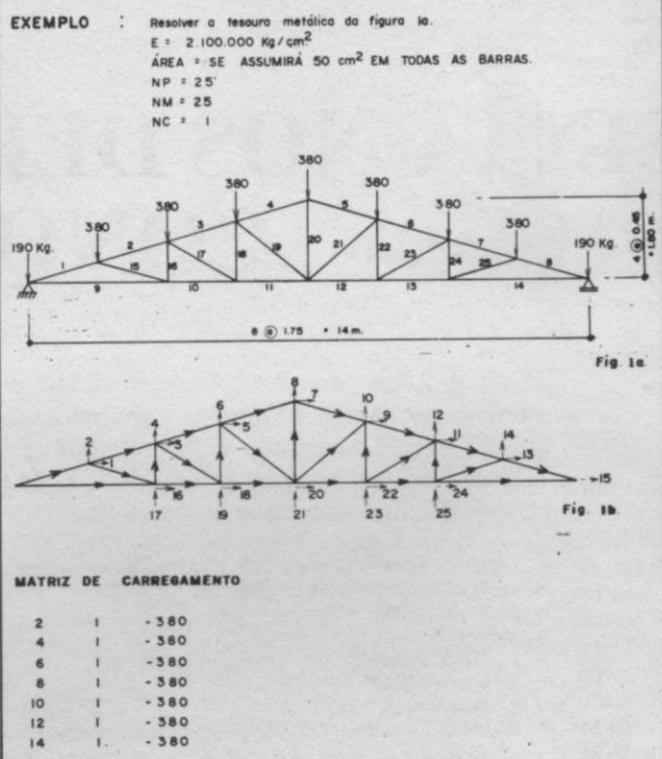

Figura 1
Primeiro deve-se fazer um esquema da treliça, como mostrado na figura 1.b, em que se colocará uma seta para cada deslocamento em cada nó (horizontal e vertical no sentido positivo), que serão numeradas sequencialmente.
Para visualizar isso, podemos ver o exemplo da figura 1, cujos dados estão nas linhas 200 em diante do programa apresentado ao final.
- Para uma treliça razoavelmente grande, o computador demora um pouco no processo matricial. Num TRS-80 Color, o exemplo da figura 1 demora aproximadamente sete minutos e meio.